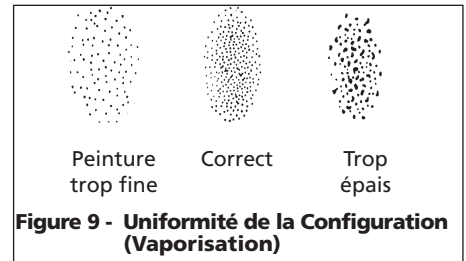

Figure 9 - Uniformité de la Configuration (Vaporisation)
4. Tirer brusquement sur la gâchette en tournant le bouton de réglage de fluide au sens contraire des aiguilles d'une montre. Observer la configuration du débit sur la cible et ajuster le bouton de réglage de fluide jusqu'à ce que vous obtenez la configuration (vaporisation) désirée (Voir Figure 9).
pour dissiper la pression, ensuite augmenter la pression lentement afin d'obtenir la consistance de configuration correcte (Voir Figure 9).